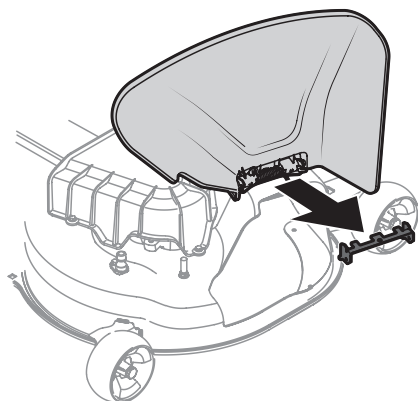

Figure 10
2. Soulevez le déflecteur de la goulotte d'éjection afin de pouvoir dégager et retirer le support d'arrêt. Abaissez le déflecteur de la goulotte d'éjection et jetez le support d'arrêt. Consultez la Figure 10.